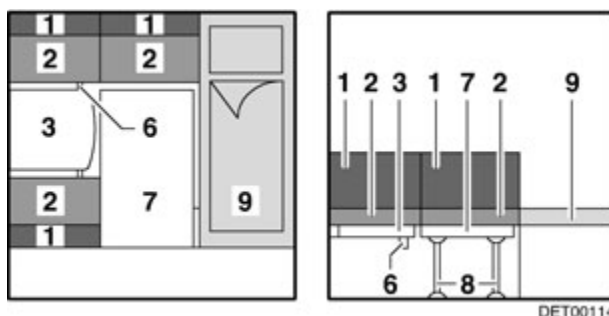

Fig. 70 Pendant la transformation
- Suspendre la table dans la baguette de support inférieure (Fig. 70,6) et la déposer sur la baguette.
- Rabattre la planche supplémentaire (Fig. 70,7).
- Placer les pieds de support (Fig. 70,8) dans la planche supplémentaire.
- Poser la planche supplémentaire à côté du lit (Fig. 70,9).